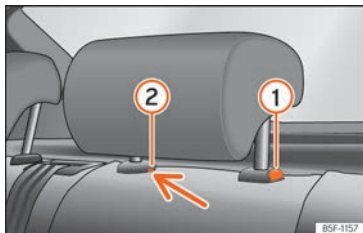

Fig. 109 Encosto de cabeça traseiro: desmontagem.
- Pressione o botão »» Fig. 109 ①, pressionando ao mesmo tempo através do orifício da trava de segurança ② com uma chave de fendas plana com um máximo de 5 mm de largura e retire o encosto de cabeça.